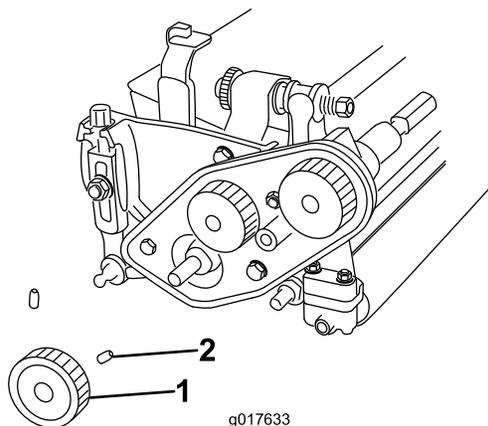

Figure 4
9. Desserrez les 2 vis qui fixent la poulie inférieure et déposez la poulie de l'arbre de cylindre (Figure 4).
- Montez la poulie inférieure sur l'arbre de cylindre et fixez-la avec les 2 vis sur la clavette sur l'arbre (Figure 4).